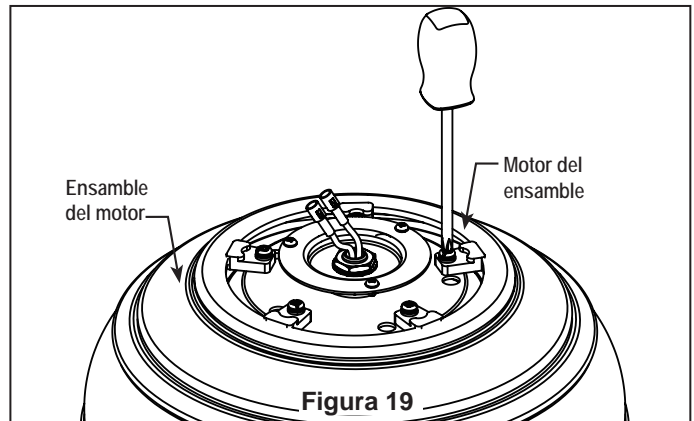

Figura 19
2. Retire y deseche los toques del motor del ensamble del motor quitando los tornillos. (Figura. 19)